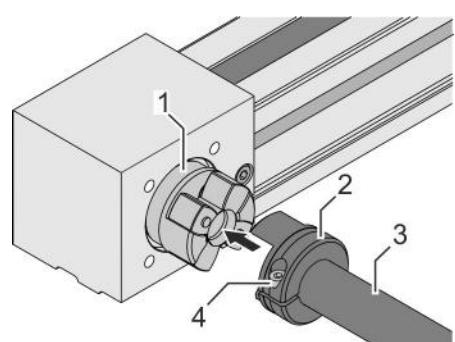

Fig. 23 : Montage de l'arbre de synchronisation
4. Mettre en place les moyeux de serrage (Fig. 23 /2) à chaque extrémité du tube en acier (Fig. 23 /3).
5. Positionner le tube en acier (Fig. 23 /3) avec les moyeux de serrage non fixés entre les moyeux à vis des deux unités linéaires.
6. Faire glisser les moyeux de serrage (Fig. 23 /2) dans les moyeux à vis (Fig. 23 /1).
- 7.** ➤ Serrer la vis (Fig. 23 /4) de chaque moyeu de serrage :